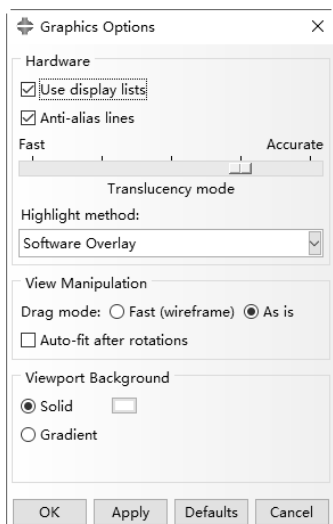

图 2-99 Graphics Options 对话框
- 修改背景颜色。执行 View（视图）→Graphics Options（图形选项）命令，弹出 Graphics Options 对话框，如图 2-99 所示，单击视口背景栏内实体后的色标，在弹出的 Select Color（选择颜色）对话框（见图 2-100）中选择白色，单击 OK 按钮，返回 Graphics Options 对话框，单击 Apply 按钮，视图区的背景变为白色。用户也可选择渐变并编辑渐变的背景。